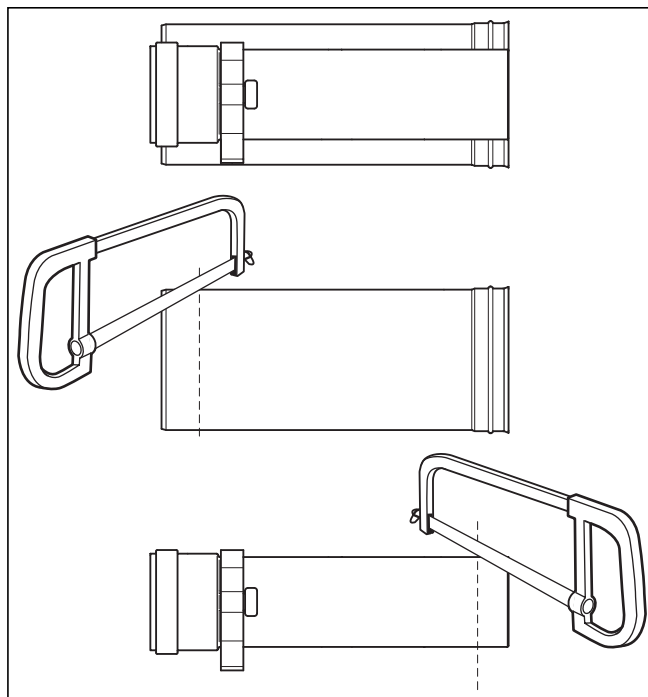

Abb. 6.76 Kürzen der Verlängerung
Kürzen Sie Abgasrohr und Außenrohr an der Muffen abgewandten Seite (Abb. 6.76). Der Abstandshalter muss an dem Abgasrohr arretiert bleiben.
- Schieben Sie das Abgasrohr wieder in das Außenrohr, wie in Abb. 6.76 dargestellt.